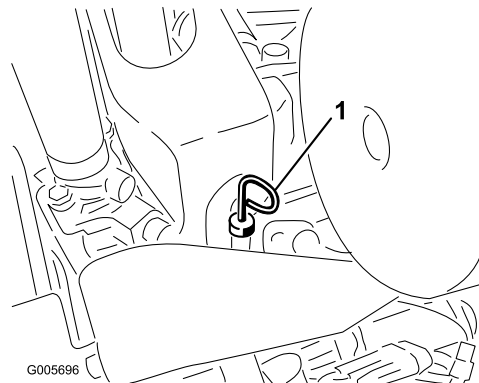

Figure 26
2. Sortez la jauge (Figure 26), essuyez-la sur un chiffon propre et remettez-la en place. Sortez de nouveau la jauge et vérifiez le niveau d'huile. Le liquide doit atteindre le repère maximum (FULL) sur la jauge.